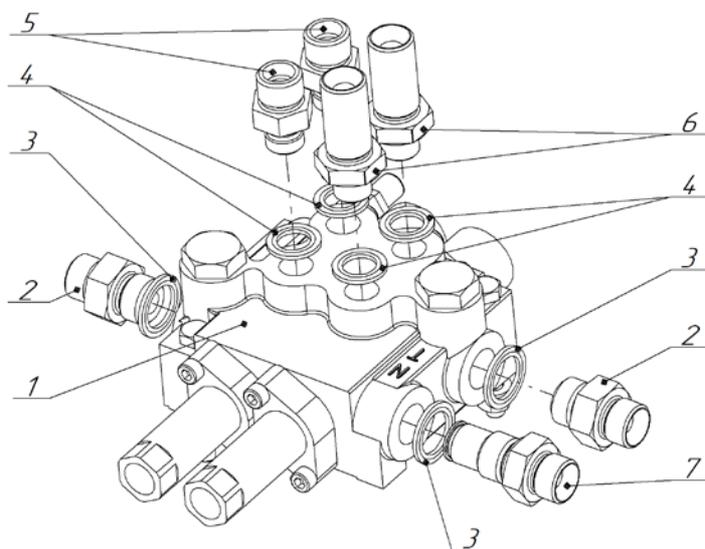

Рис. 2.2
2.2.2.2 Надеть медные (металлорезиновые) кольца 3/8" ④ (рис. 2.2) на соответствующий конец адаптеров BSP3/8"(Ш)-M20x1,5(Ш) ⑤ и переборочных BSP3/8"(Ш)-M20x1,5(Ш) ⑥. Ввернуть адаптеры в рабочие порты A1, B1; переборочные – A2, B2 гидрораспределителя ①.